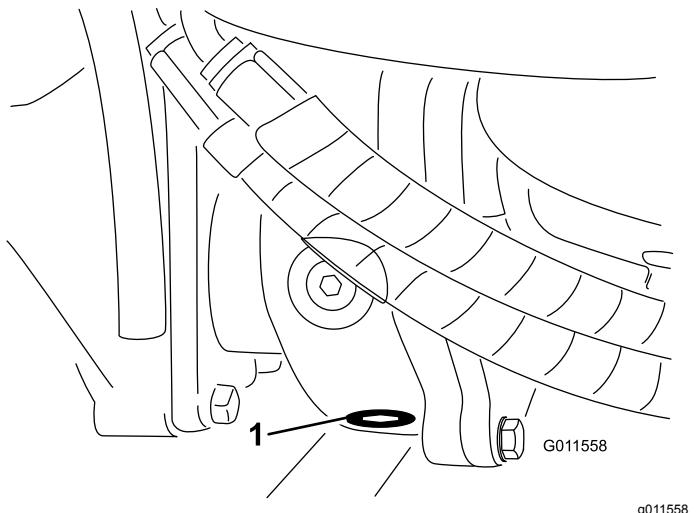

Bild 97
5. Reinigen Sie den Bereich um die Ablassschraube an der Unterseite des Getriebes (Bild 97)